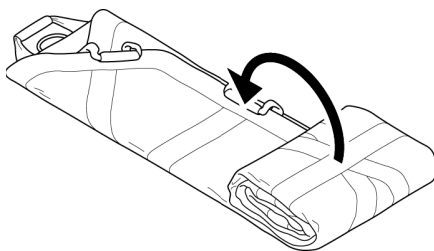

Figura 7
2. Arrotolare il telo per trasferimento iniziando dal lato dei piedi (Figura 7).